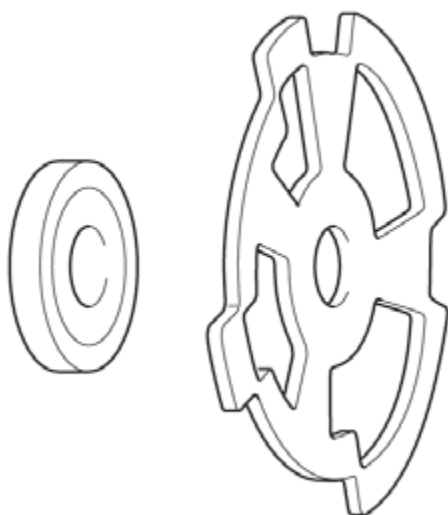

Fig. 1: Disco de leitura com anel espaçador desmontado
**Carreto dentado de metal sinterizado:** O disco de leitura e o anel espaçador estão divididos (fig. 1). O anel espaçador foi introduzido com pressão no carreto dentado. O disco de leitura do sensor da árvore de cames é montado na árvore de cames de admissão à frente do carreto dentado com o anel espaçador introduzido.